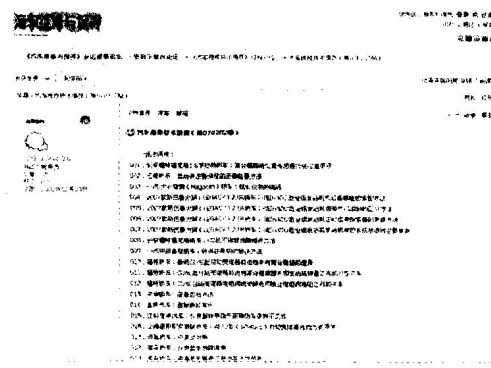

图 0-7 维修技术通报发布
(3) 维修技术通报 维修技术通报，由车辆制造商发行，通报维修技术人员碰到的问题，以及必要的修复方法。当同一种故障在许多车辆上出现时，车辆制造商就发布相应的技术维修通报。技术维修通报是为特约经销商的技术人员设计的，但可以被售后服务公司再版，与其他维修信息一并提供给维修车间和车辆修理部门，如图 0-7 所示。
(4) 互联网 互联网开辟了汽车维修信息交流和技术指导的领域。实用性最强的站点之一是国际汽车技师网，其网址为 www.iatn.net。这是一个免费站点，但需要注册才能进入。
(5) 召回制度 车辆召回是车辆制造商在发现车辆存在制造缺陷或安全隐患的情况下